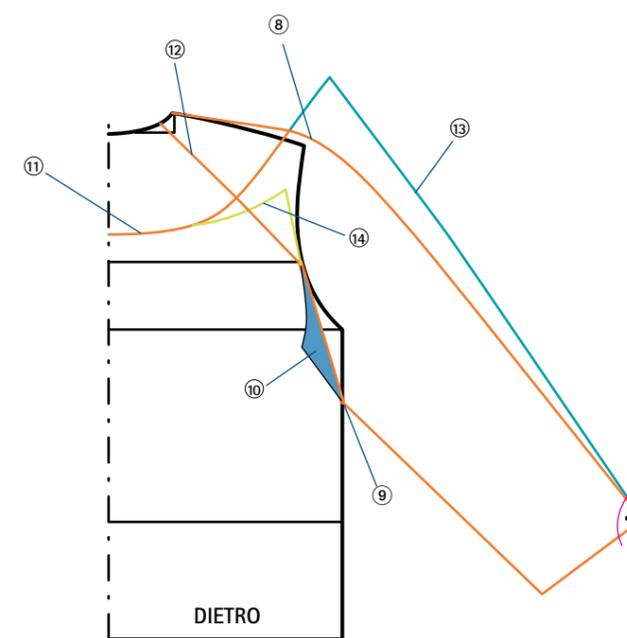

FIG. 2
- ⑧ Procedere come per il davanti e tracciare sul dietro la linea della parte alta della manica e la metà della larghezza della parte bassa e per chiudere la costruzione della manica.
- ⑨ Partendo dalla nuova posizione del giromanica, tracciare una retta fino alla linea del torace sul giromanica.
- ⑩ Tracciare ancora una volta "specularmente" il triangolino ottenuto (fig. 2, in azzurro).
- ⑪ Tracciare la linea di taglio del davantino dietro. La sua larghezza sulla spalla deve essere identica a quella del davanti.
- ⑫ Tracciare una linea di taglio retta che parta dal giromanica all'altezza della linea del torace e si unisca allo scollo all'altezza di 1/3 della circonferenza dello scollo dietro.